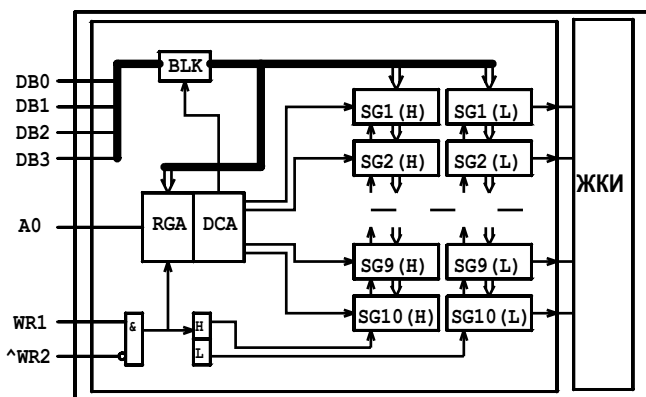
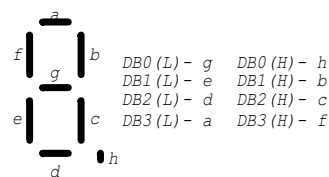

Рис. 2
Рис. 3
Жидкокристаллический модуль МТ10Т7-7 состоит из БИС контроллера и ЖК панели. Модуль может отображать 10 знаков (цифр с точкой). Внешний вид приведен на рис.1. Любой сегмент любого знакоместа можно включать и выключать независимо от остальных сегментов. Структурная схема модуля представлена на рис.2. Регистры данных в БИС делятся на две тетрады: SGx(L) и SGx(H). Запись данных в знакоместо производится за два такта: сначала в младшую тетраду, затем в старшую. Младшая тетрада отвечает за сегменты g, e, d, a, а старшая - за сегменты h, b, c, d (см.рис.3). Запись "H" вызывает высвечивание соответствующего сегмента, запись "L" вызывает его гашение.